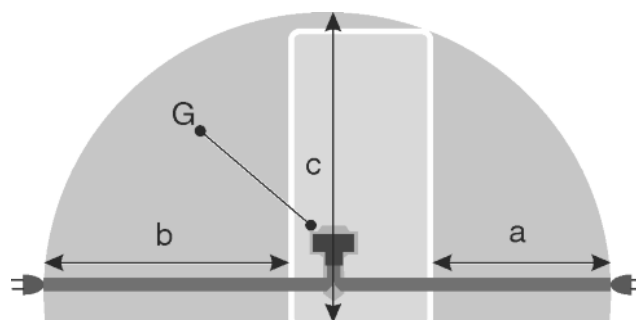

Fig. 29
- Розетка находится вне зоны задней стенки в данной зоне. *Fig. 29 (a, b, c)*
- ▶ Штекер устройства *Fig. 29 (G)* подсоединить с задней стороны устройства. Следить за правильной фиксацией.